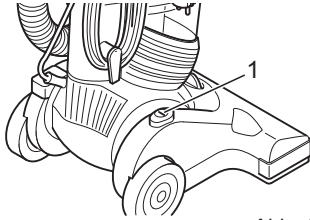

Abb. 14
Ist das Gerät eingeschaltet, so bewegt sich die Bürstenwalze. Um Verletzungen zu vermeiden, stellen Sie das Gerät aufrecht, bewegen den Handgriff soweit nach vorne, bis er hörbar einrastet und drehen die Florhöhenverstellung (Abb. 14/2) nach links, wenn Sie mit den Zubehör-Düsen arbeiten wollen (Leerlaufstellung).
4. Schalten Sie den Bürstsauger am Ein-/Ausschalter (Abb. 14/1) ein.
1. Schalten Sie den Bürstsauger am Ein-/Ausschalter (Abb. 14/1) aus und ziehen Sie den Stecker aus der Steckdose.
6. Drehen Sie die Florhöhenverstellung ganz nach rechts (Abb. 14/2).